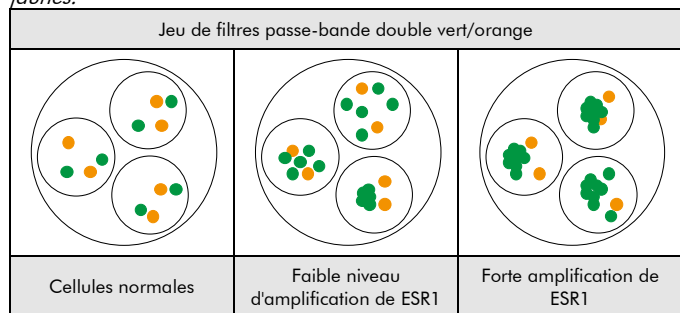

Fig. 2: Résultats attendus dans les noyaux en interphase normaux et présentant une aberration
**Situation normale :** Dans les interphases de cellules normales ou de cellules sans amplification impliquant la région du gène ESR1, deux signaux verts et deux signaux orange apparaissent. (Voir figure 2).
**Situation aberrante :** Dans les cellules présentant une amplification de la région du gène ESR1, on observe un nombre accru de signaux verts ou de grappes de signaux verts (Voir figure 2).